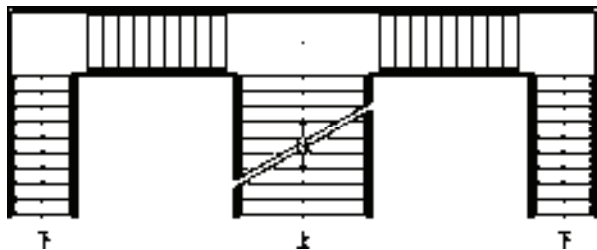

图 6-31 双分三跑楼梯
2) 在对话框中单击“确定”按钮关闭对话框，点取梯段的插入位置，双分三跑楼梯的绘制结果如图 6-31 所示。